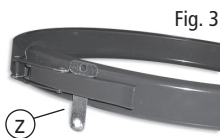

Fig. 3
- Vérifier que le couvercle (G) est verrouillé solidement avec la manette de blocage (O) et que la bague d'étanchéité du couvercle (P) est correctement positionnée dans sa cuvette. **IMPORTANT :** Avant d'utiliser la manette de blocage du couvercle (O), on doit appuyer sur le couvercle (G) jusqu'à ce que l'espace entre le couvercle et la cuve du filtre soit éliminé. La manette de blocage doit être verrouillée avec la tige métallique de sécurité (Z) insérée convenablement dans la fente du verrou (Fig. 3).
**MISE EN GARDE** - Faire attention de ne pas se pincer les doigts ni pincer le cordon électrique en verrouillant la manette de blocage. Un cadenas (non inclus) peut être inséré dans le trou du bas de la tige métallique de sécurité (Z) aux fins de verrouillage.